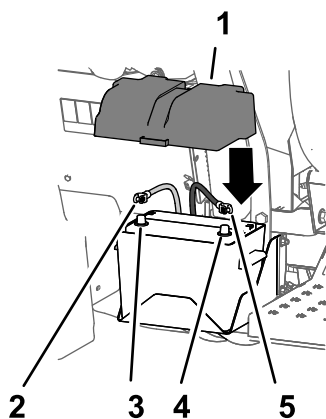

Figure 68
1. Branchez le câble positif à la borne positive de la batterie (Figure 68).
2. Branchez le câble négatif à la borne négative de la batterie (Figure 68).
3. Placez le couvercle de la batterie sur le compartiment de la batterie et fixez-le avec la sangle (Figure 68).